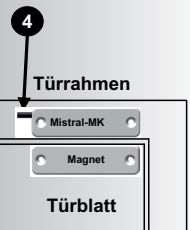

Bild 1 Pic. 1
Befestigen Sie den Mistral-Magnetkontakt mit zwei Schrauben am Türrahmen. Dabei muss die Kabeleinführung oben sein (4). Nachfolgend befestigen Sie den Magneten am Türblatt. Achten Sie darauf, dass der Abstand zwischen Mistral-Magnetkontakt und Magneten nur wenige Millimeter beträgt, sowohl horizontal als auch vertikal. (Bild 1) Bei Höhenunterschieden kann es notwendig sein den Mistral-Magnetkontakt zu unterfüllen. Beim Anschluss ist auf die richtige Polung zu achten.
Fixer le Mistral-MK(reed) avec deux vis sur l'encadrement de la porte. L'entrée de câble doit être située en haut. Maintenant veuillez fixer l'aimant sur la porte. Attention: La distance entre le Mistral-MK(reed) et l'aimant ne doit pas dépasser plusieurs millimètres, horizontalement comme verticalement (Fig 1). Dans le cas d'une différence de niveau, il peut être nécessaire de caler le Mistral-MK(reed). Faites attention à une polarisation correcte.